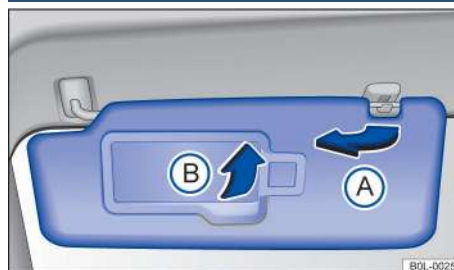

Рисунок 72. Вверху лобового стекла: солнцезащитный козырек
- Вытяните его из кронштейна и поверните в сторону двери, чтобы заблокировать солнечные лучи от дверных окон → Рисунок 72 ①.
В зависимости от комплектации автомобиля, вы можете опустить солнцезащитный козырек вниз B, чтобы найти зеркало для макияжа → Рисунок 72 ②.